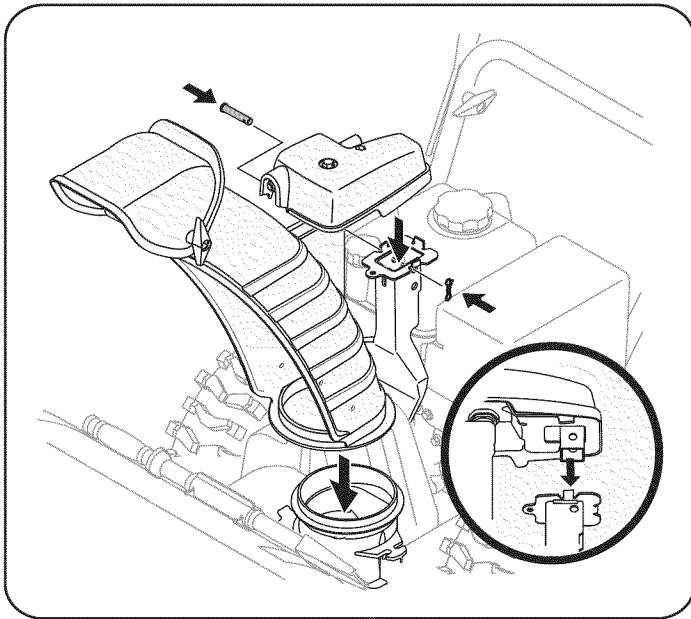

Figura 4
5. Lugar rampa hasta la base de la tolva y la cabeza seguro de control del canal de soporte del conducto con el apoyo de pasador de horquilla y pasador quitó antes. Ver Figura 4.